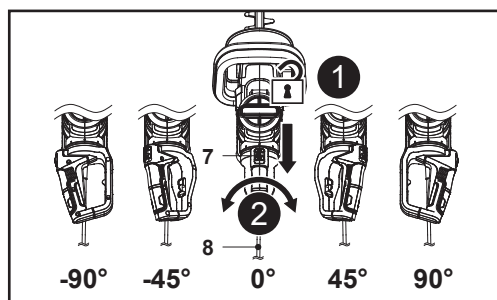

Fig. 5
1. Puxe o botão de bloqueio da pega rotativa (7) para trás e fixe-o na devida posição (Fig. 5, passo 1).
2. Rode ligeiramente a pega traseira (8) para a esquerda ou para a direita (Fig. 5, passo 2).
3. Liberte o botão de bloqueio da pega rotativa (7) e continue a mover a pega traseira (8) até bloquear no devido lugar com um clique audível.